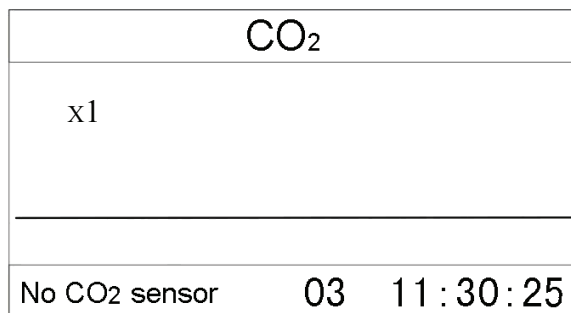
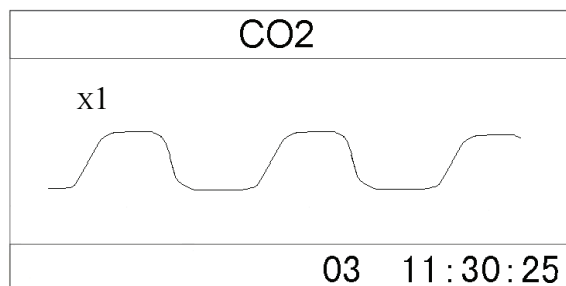

Figura 4.3 Schermata di monitoraggio CO₂ (Nessun sensore CO₂)
Figura 4.4 Schermata di monitoraggio CO₂
Inserire il cavo del sensore CO₂ nel connettore “CO₂”, seguire le istruzioni riportate nella sezione 3.3.1 per collegare il sensore CO₂ e i suoi accessori, quindi collegare al paziente. Successivamente, accendere l'interruttore CO₂ premendo brevemente il tasto “ Display” per passare alla schermata di monitoraggio CO₂, come illustrato nella Figura 4.3.
Se il cavo del sensore CO₂ è scollegato dal monitor, il tracciato CO₂ diventa una linea piatta nell'area di visualizzazione principale (come illustrato nella Figura 4.3). Quando il tubo CO₂ è collegato al paziente e il cavo del sensore CO₂ è collegato al monitor, l'area di visualizzazione principale mostra il tracciato CO₂ (come illustrato nella Figura 4.4).
- ✧ Il tracciato CO₂ sarà visualizzato nell'area di visualizzazione principale. Se il cavo del sensore CO₂ è scollegato dal monitor, il tracciato CO₂ diventa una linea piatta nell'area di visualizzazione principale (come illustrato nella Figura 4.3).
Se il sensore CO₂ è scollegato dal monitor o dal paziente, il tracciato CO₂ diventa una linea piatta e la scritta "No CO2 sensor" (Nessun sensore CO2) compare a sinistra nell'area informazioni (come illustrato nella Figura 4.3).